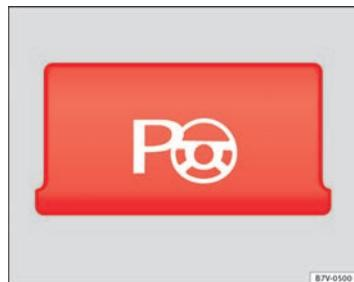

Fig. 145 Detalle de la consola central: tecla para conectar manualmente el sistema de asistencia al volante para aparcar.
- En **aparcamientos paralelos a la calzada**: pulse la tecla a una velocidad de hasta 50 km/h **una vez**. Cuando la función está activa, se enciende el testigo de la tecla ⇒ fig. 145.
- En **aparcamientos perpendiculares a la calzada**: pulse la tecla a una velocidad de hasta 50 km/h **dos veces**. Cuando la función está activa, se enciende el testigo de la tecla ⇒ fig. 145.
- Pulse la tecla . Cuando la función está activa, se enciende el testigo de la tecla → fig. 145.